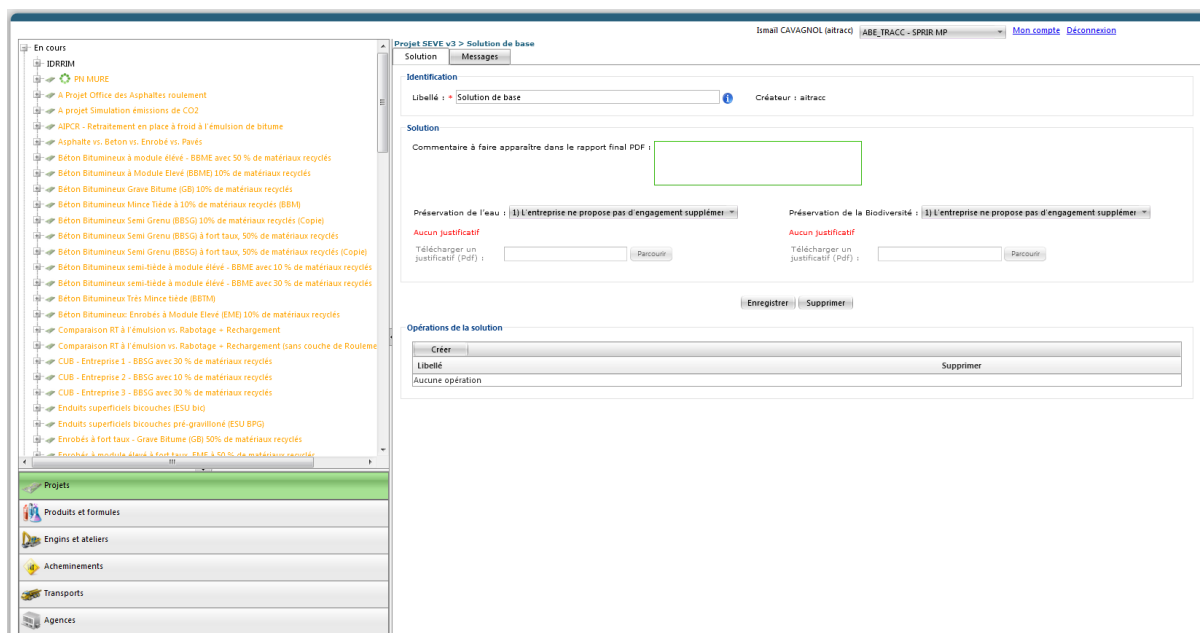

Figure 48 – Création des opérations dans la 1ère solution communément appelée « de base »
- 9- Dans Solutions du projet, une « Solution de base » est créé automatiquement (Figure 48).